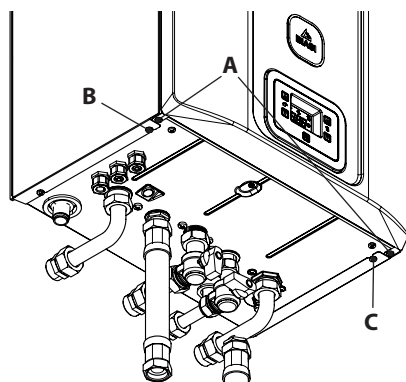
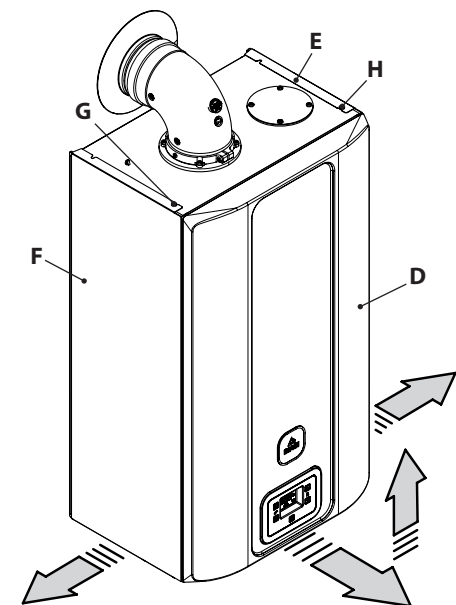

Figura 9.7
Figura 9.8
- Svitare le viti **A** e rimuovere il pannello frontale **D** tirandolo a sé e quindi spingendolo verso l'alto in modo da liberarlo dalle sedi superiori (Figura 9.7 e Figura 9.8).
Allentare la viti **B, C, G e H** in Figura 9.7 e togliere i due pannelli laterali **E e F** tirandoli verso l'esterno.